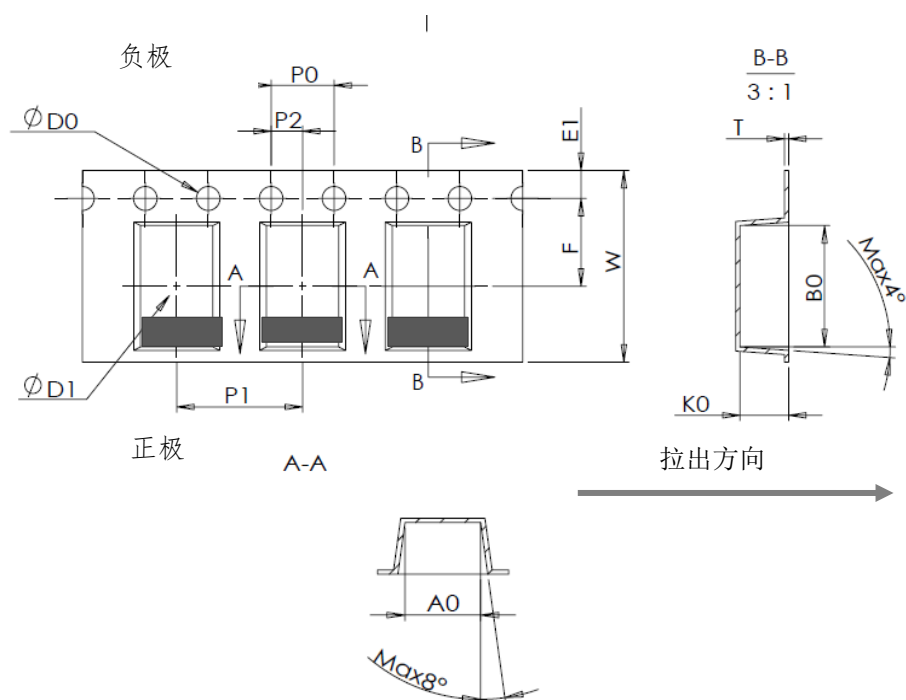
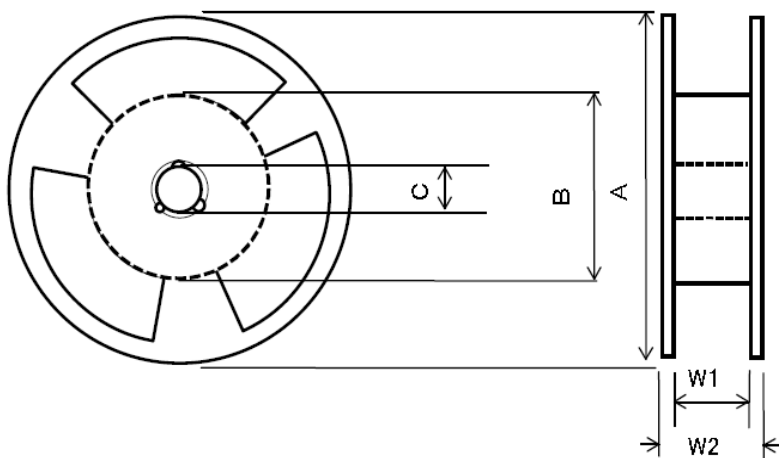

图3 电容器的包装带尺寸和拉出方向
图4 卷盘尺寸
7.1 电容器的包装带尺寸、卷绕方向以及卷盘尺寸见图3、图4和表5和表6。